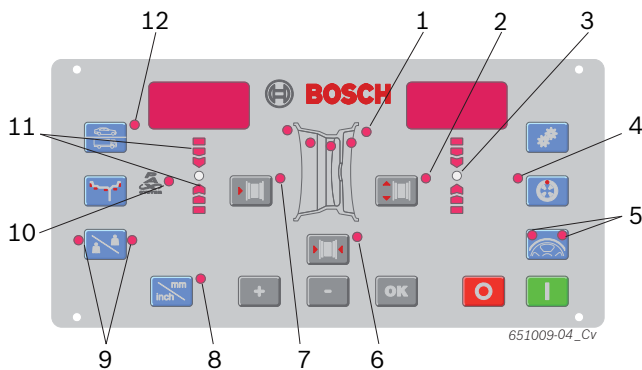

Fig. 4: LEDs no painel de comando/campo de indicação
➔ Através dos LEDs (fig. 4, pos. 1) são indicadas as posições dos níveis de balanceamento para cada programa de balanceamento.
ii Se estiver selecionado um programa de balanceamento PAX, acende-se adicionalmente o LED Pax (fig. 4, pos. 10).
2. Selecione a distância da roda determinada através da respectiva tecla <-> ou <+> (fig. 4, pos. 7).
4. Selecione a largura da roda determinada através da respectiva tecla <-> ou <+> (fig. 4, pos. 6).
6. Selecione o diâmetro da largura da roda determinada através da respectiva tecla <-> ou <+> (fig. 4, pos. 2).
- ⇒ Acendem-se os dois LEDs da tecla <SPLIT> (fig. 4, pos. 5).